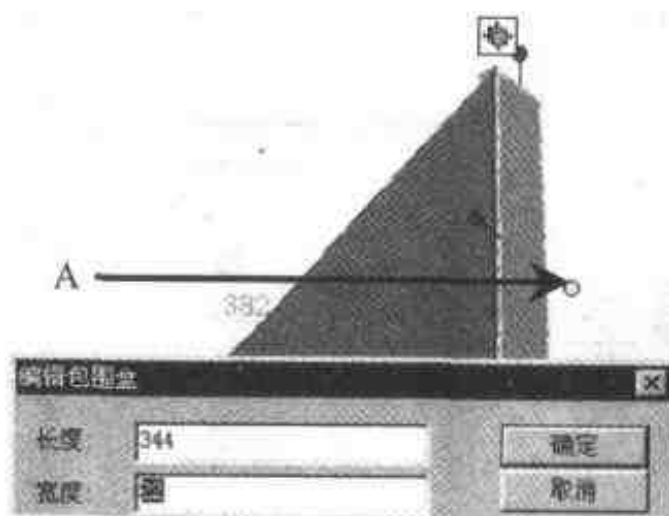

图 4.95 确定折弯的宽度
- (4) 使弯曲图素处于图素编辑状态, 右击手柄 A, 选择【编辑包围盒】命令, 在弹出的【编辑包围盒】对话框中设置宽度为 22, 如图 4.95 所示。